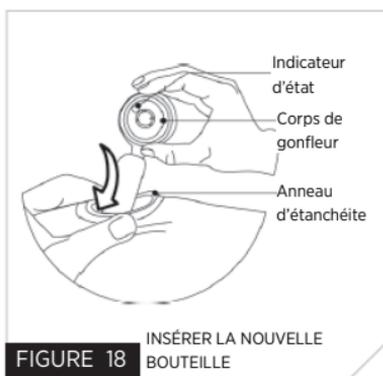

FIGURE 18 INSÉRER LA NOUVELLE BOUTEILLE
6. Vérifiez que l'indicateur du nouveau corps de gonfleur est vert. Insérez le nouveau corps de gonfleur avec la cartouche de CO₂ dirigée vers le haut à l'intérieur du VFI (Fig. 18). Laissez l'anneau d'étanchéité reposer sur l'adaptateur autour des quatre ergots.